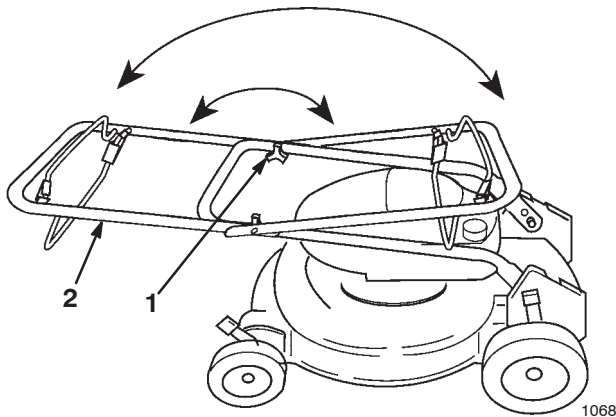

Figure 56
1. Desserrer les boutons du guidon et déplier la partie supérieure suivant un arc de cercle jusqu'à ce que les deux moitiés soient alignées et s'emboîtent l'une dans l'autre (Fig. 56).